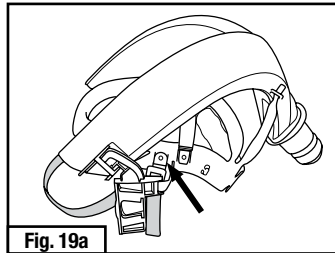

Fig. 19a
1. Localiser les points de fixation de la mentonnière sur la coiffe. La Fig. 19a montre une mentonnière fixée avec la flèche pointant vers le loquet de fixation sur la coiffe.